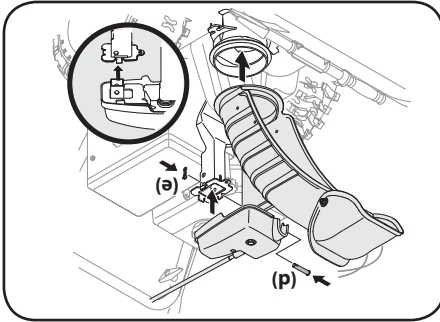

Figure 2-25
3. Positionnez la goulotte sur sa base, la tige de commande de la goulotte placée sous le panneau de bord. Maintenez la commande de la goulotte sur son support avec la goupille fendue et la goupille papillon retirées au paragraphe 1. Voir la Figure 2-25.